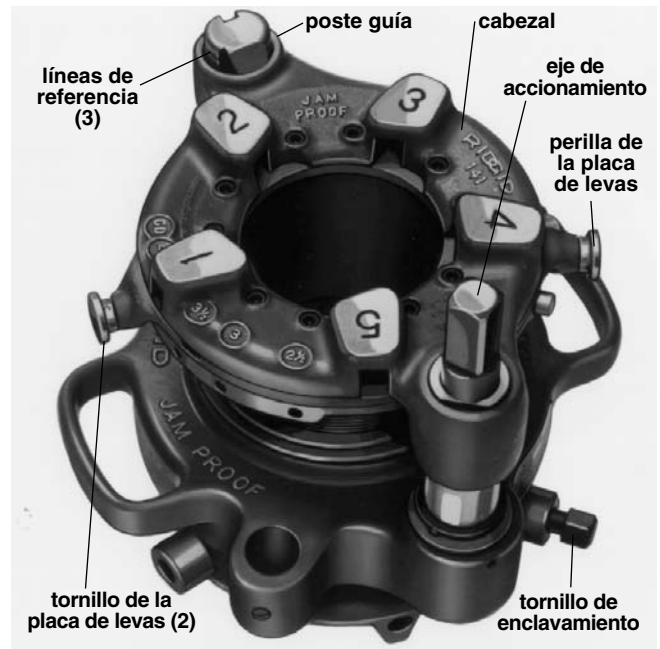

Figura 16 – Roscadora a Engranajes No. 141 mostrando la camisa del piñón y las líneas de referencia en el poste guía.
Sostenga el portamateriales y gire el extremo cuadrado del eje de accionamiento o gire la caja de engranajes a mano hasta la línea de referencia respectiva en el poste guía (*Figura 16*).
4. Para obtener una rosca recta, gire el poste guía hasta que la ranura recta apunte hacia adentro y, para obtener una rosca biselada o achaflanada, gire el poste guía hasta que la ranura biselada apunte hacia adentro. En la *Figura 16* se muestra al poste guía colocado para cortar una rosca biselada.
7. Para las Nos. 141 y 161: con la llave de cubo, afloje el tornillo de enclavamiento (Figura 16), gire el sujetapiezas a la posición de OPEN y extraiga el tubo.